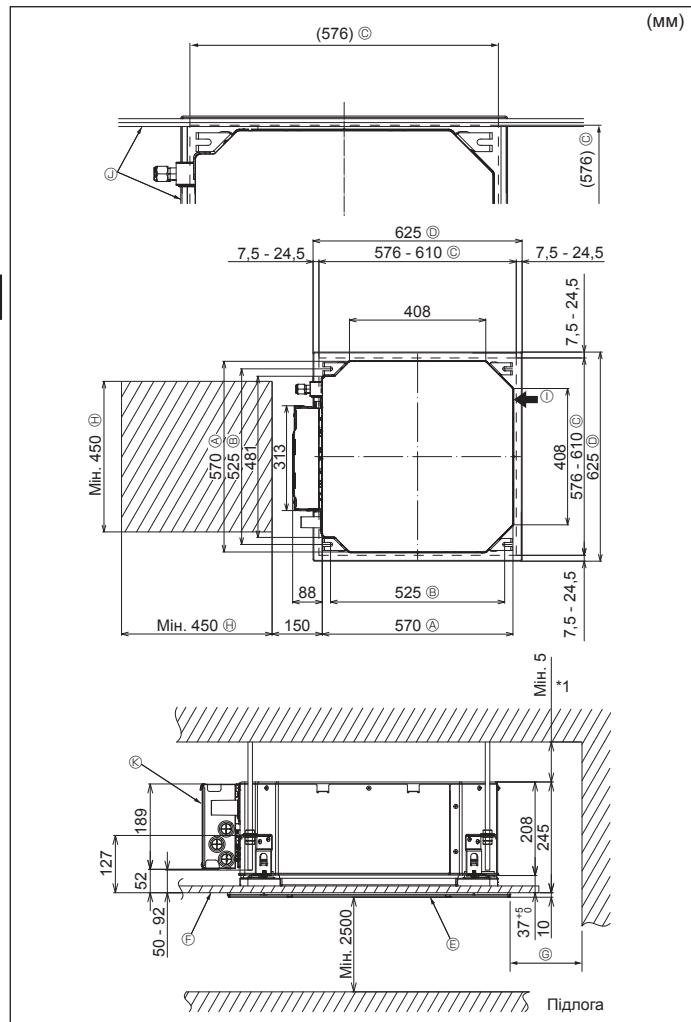

Fig. 4-2
⑦	Дренажне гніздо	1
⑧	Ізоляція	1
4.2. Місця для отворів у стелі та встановлення підвісних болтів (Fig. 4-2)